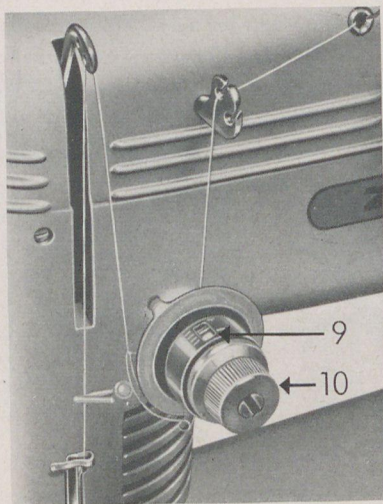

BILD 27
1. Oberfadenspannung (Bild 27)
Bitte beachten Sie, daß die Spannung des Nadelfadens nur bei herabgelassenem Nähfuß geändert werden darf. Der Grad der Nadelfadenspannung wird durch den Zeiger 9 (Bild 27)